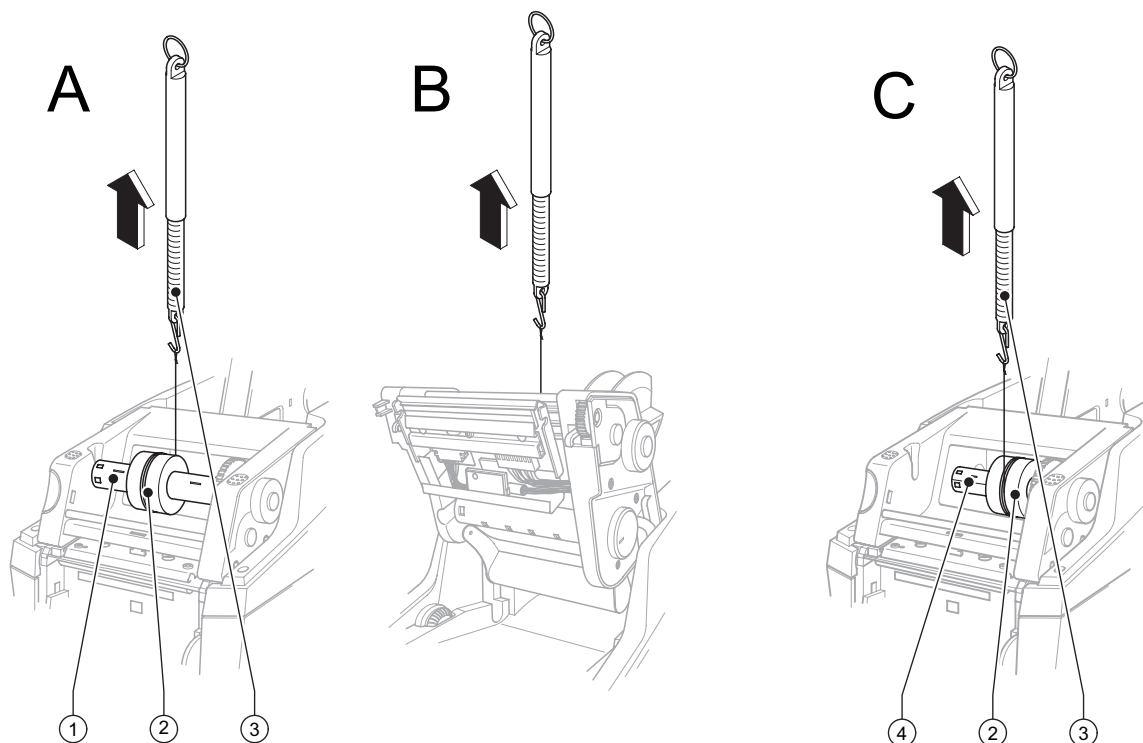

Abb. 8: Wickelmoment am Auf- und Abwickler Transferfolie messen
1. Schnur mehrmals um Prüfkörper wickeln (siehe Abb. 8 A) und diesen auf den Transferfolienhalter am Aufwickler (1) stecken. Dabei müssen die Federnasen des Transferfolienhalters in die kleinere Nut des Prüfkörpers einrasten.
2. Federwaage [10 N] (3) am Schnurende befestigen, senkrecht nach oben bewegen bis sich der Prüfkörper zu drehen beginnt.
5. Zur Messung des Wickelmomentes für die Bremse den Aufwickler (1) vom Antrieb trennen. Entriegelungstaster drücken, Druckkopfbaugruppe hochklappen, Messvorgang wiederholen (siehe Abb. 8 B).
1. Schnur mehrmals um Prüfkörper wickeln (siehe Abb. 8 C) und diesen auf den Transferfolienhalter am Abwickler (4) aufstecken. Dabei müssen die Federnasen des Transferfolienhalters in die kleinere Nut des Prüfkörpers einrasten.